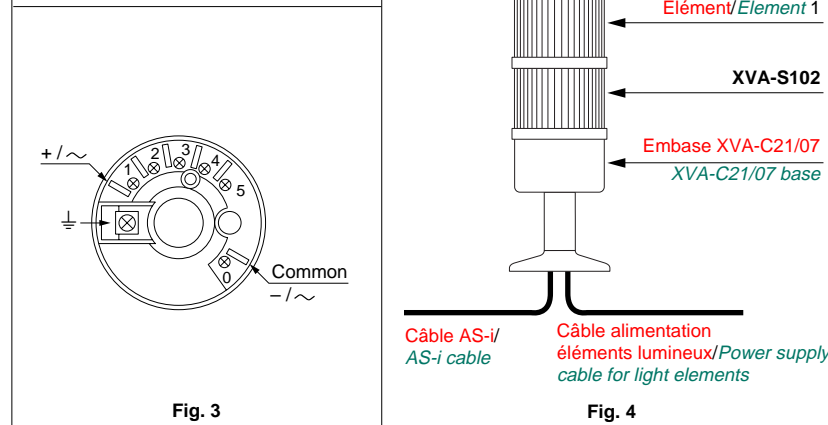

Fig. 3
- Raccorder l'alimentation des éléments à commander aux bornes 1 et 0 de l'embase. (fig. 3)